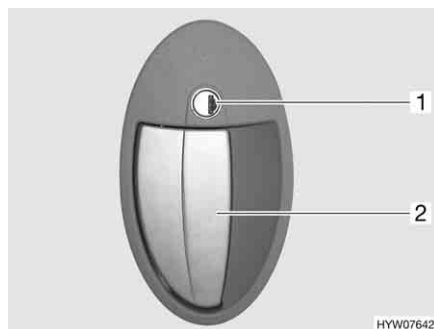

Fig. 34 Serratura della porta, lato esterno
- Inserire la chiave nel cilindro della serratura (Fig. 34,1) e ruotare in senso orario, fino a quando la serratura della porta si sblocca.
- Tirare la maniglia della porta (Fig. 34,2). La porta è aperta.
- Inserire la chiave nel cilindro della serratura (Fig. 34,1) e ruotare in senso antiorario, fino a quando la serratura della porta si blocca.